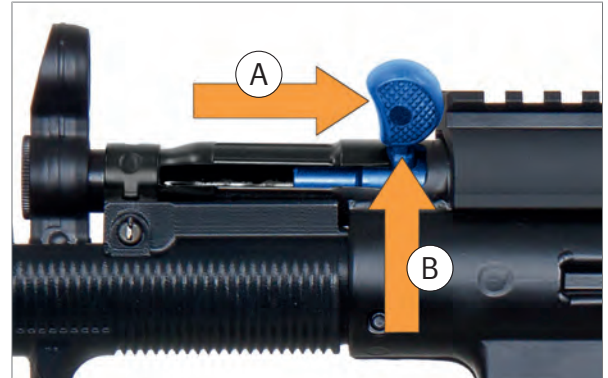

Abb. 19: Durchladehebel arretieren
2. Durchladehebel vollständig nach hinten ziehen und halten (Abb. 19).
3. Durchladehebel nach oben in die Aussparung im Gehäuse einrasten (Abb. 19). Der Verschluss wird in hinterer Position gehalten.